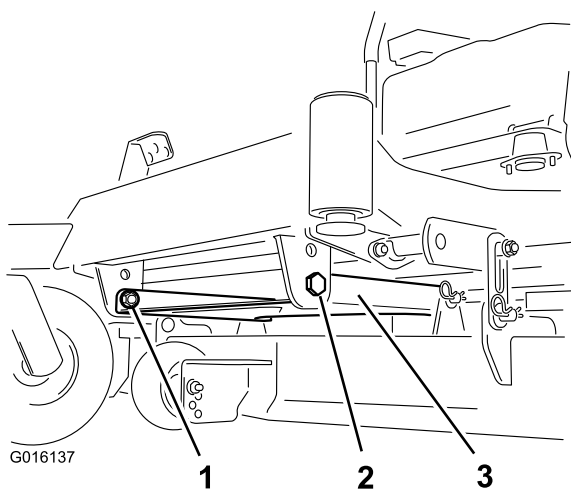

Figura 1
- En todas las máquinas Titan MX y todas las máquinas que tengan carcasa de corte de 60 pulgadas, retire los 2 pernos y tuercas que sujetan la parte delantera de la chapa de suelo de la carcasa de corte (Figura 1).
usando los pernos y las tuercas que retiró anteriormente (Figura 1).